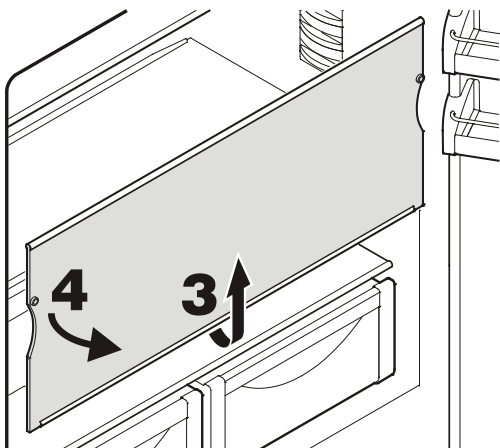

Figura 14
Extracción de las baldas - Figura 14
- Retire las baldas de vidrio según se muestra en la **Figura 14**.